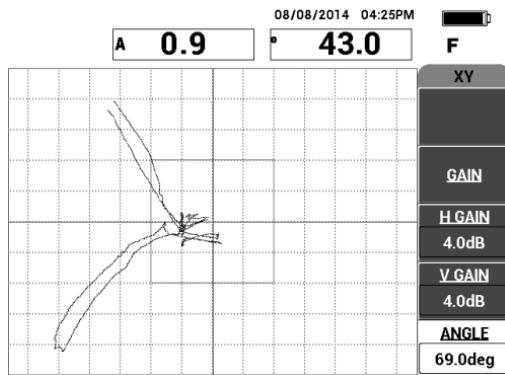

Рис. 6-8 Настройка угла сигнала от расслоения
- Находясь в меню **MAIN**, нажмите **УГОЛ** (клавиша E) и настройте угол сигнала так, чтобы расслоение дальней зоны спустилось вниз, а расслоение ближней зоны поднялось вверх (см. Рис. 6-8 на стр. 132).